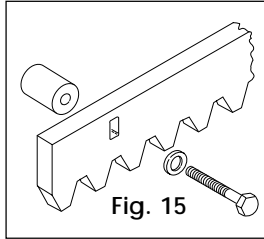

Fig. 15
**4.4.2. SCREW-ON STEEL RACK (Fig. 15)**